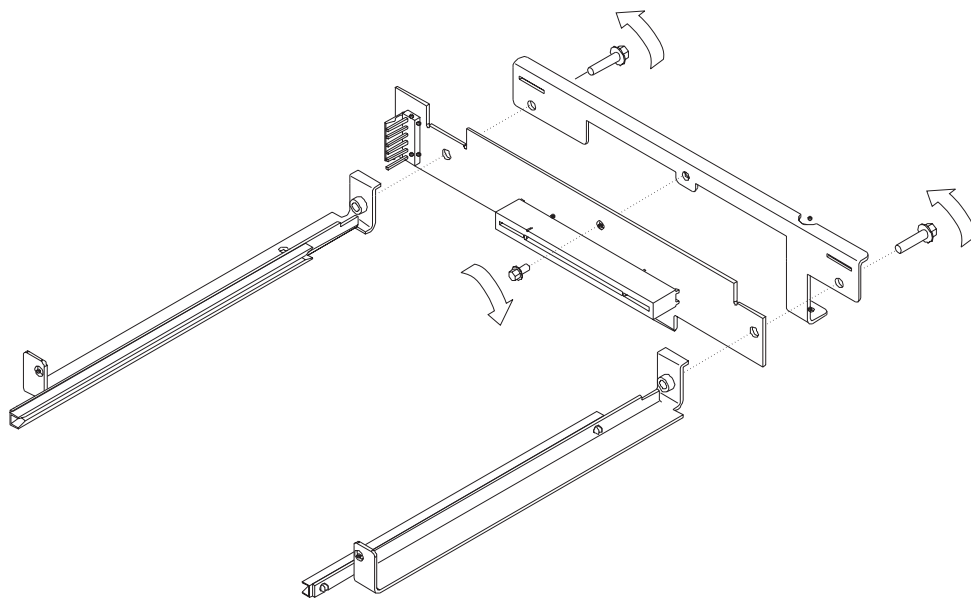

图 4-37. 安装竖卡装置
- 1 将螺钉拧入竖卡挂片中，装上竖卡装置，如图4-37所示。